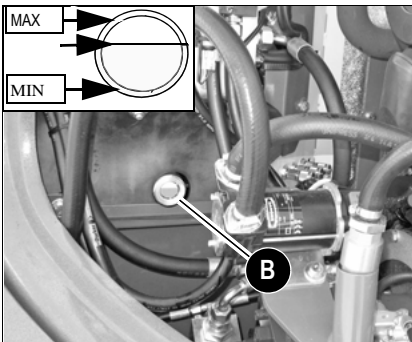

Fig. 282: Oliestandsindikator på hydraulikolietanken
- Oliestanden skal stå ca. 1 cm (0,39 in) over midten mellem positionerne **MIN** og **MAX**, som vist med pilen i fig. Fig. 282.